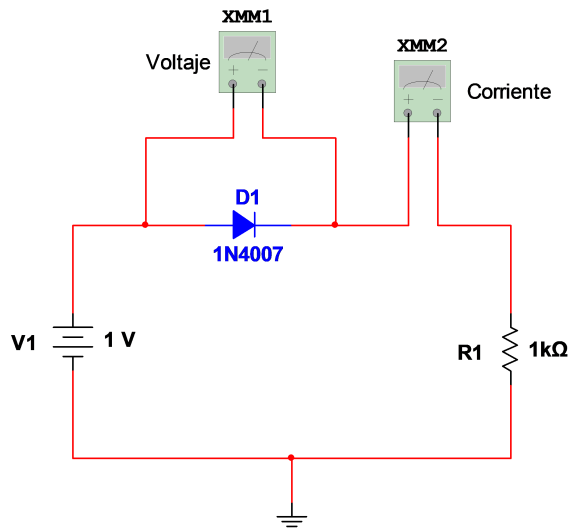

Figura 4. Circuito para la polarización directa del diodo.
- a) Arme el circuito de la figura 4 y, en el simulador, tome las medidas solicitadas en la tabla 1 para cada uno de los tres diodos: el 1N4007, el Schottky 1N5817 y el zener.
- b) En el protoboard, arme el circuito de la figura 4. Antes de encender la fuente de alimentación considere lo siguiente: